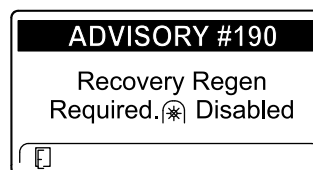

Figura 55
- É necessária uma regeneração de recuperação – tomada de força desativada AVISO N.º 190 (Figura 55)